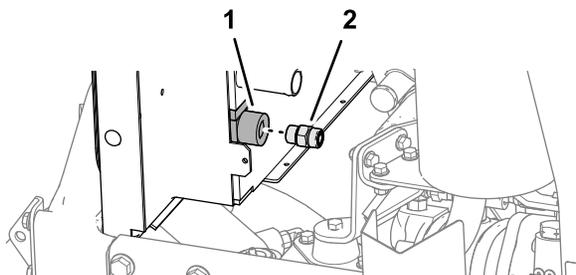

図 30
2. ラジエター/オイルクーラのオイルクーラ出口にストレートフィッティング-8 O リングフェースシール / $\frac{3}{4}$ " SAE を取り付けてフィッティングを締め付ける 図 30。